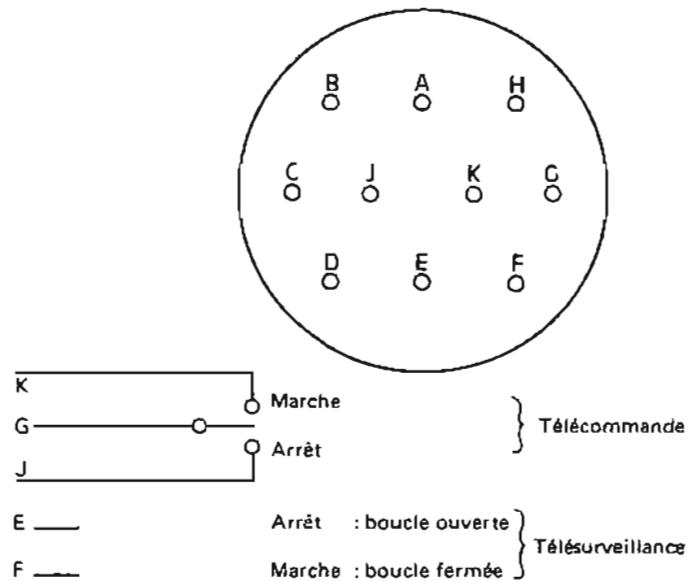

Fig. 22 : CONNECTEUR DE TELECOMMANDE
- soit par l'intermédiaire du connecteur de télécommande accessible en face arrière. La télécommande doit se faire par boucles fugitives passives. Le branchement de ce connecteur est donné à la figure 22.
Une information de l'état du relais bistable de mise en marche est accessible par le connecteur de Télécontrôle (voir figure 22).